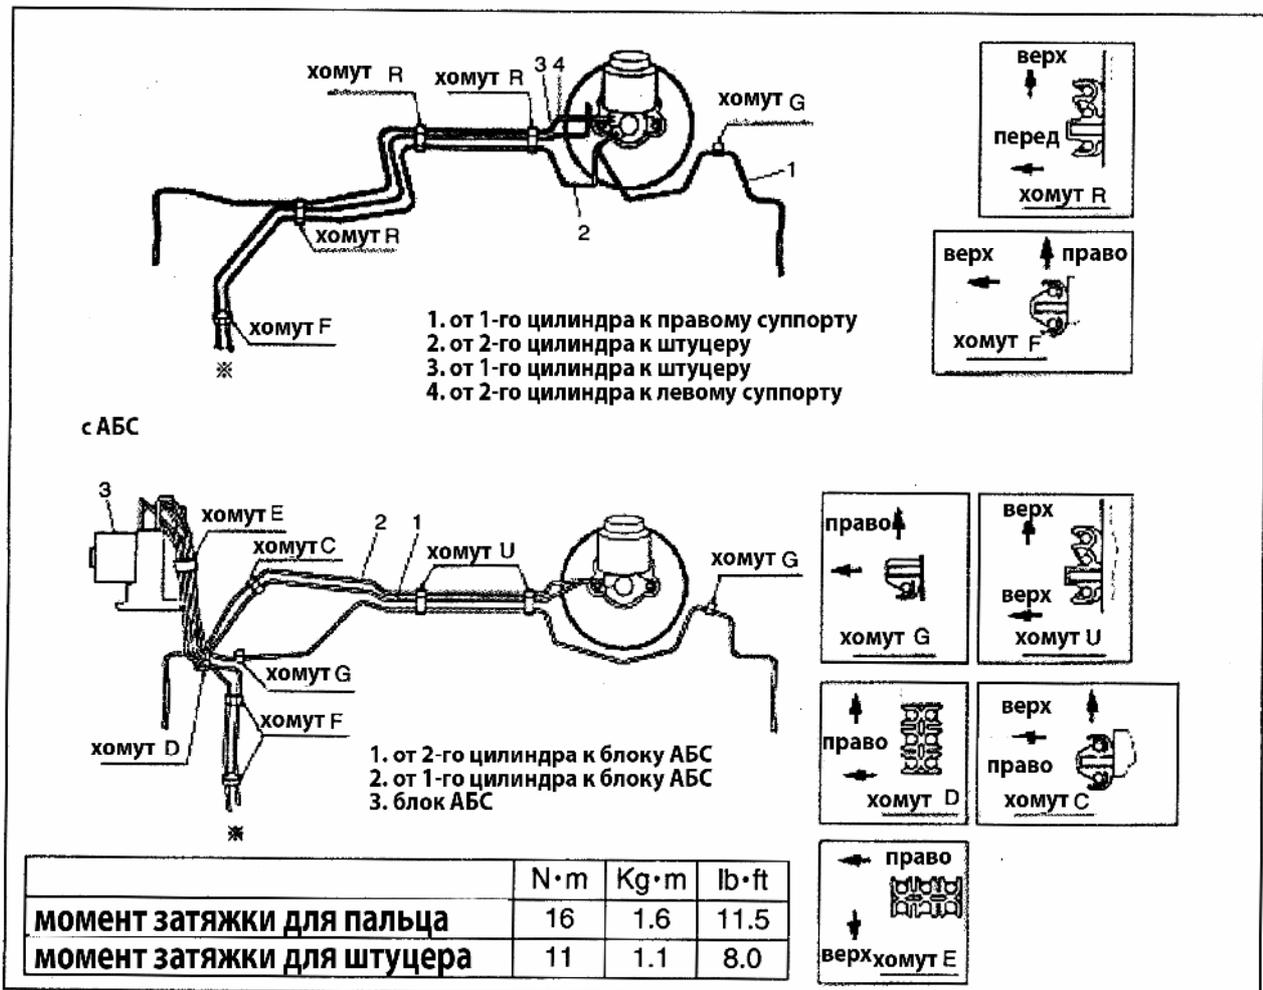

Рис. 628
- 2) Очистите загрязнения сопрягающихся фиксирующих деталей. Снимите тормозные трубки и шланги (Рис. 628).